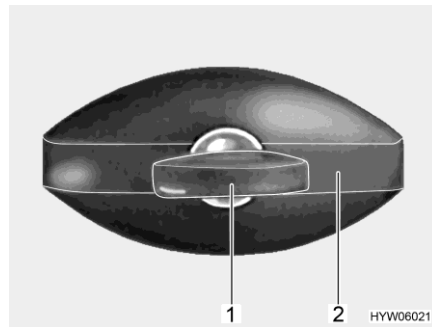

Fig. 33 Serrure du portillon (en forme d'ellipse, fermée)
- Insérer la clé dans le barillet (Fig. 33,1) et la tourner d'un quart de tour dans le sens inverse des aiguilles d'une montre. La poignée de la serrure (Fig. 33,2) ressort.